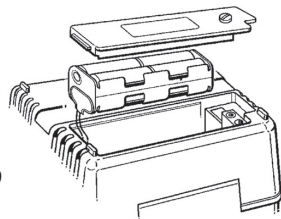

Abb. 9
1. Verwenden Sie einen Schraubendreher, um die Schraube der Batterieabdeckung an der Rückseite des Geräts zu lösen (siehe Abb. 9 oben). Entfernen Sie die Abdeckung. Bewahren Sie die Schraube und die Abdeckung auf.